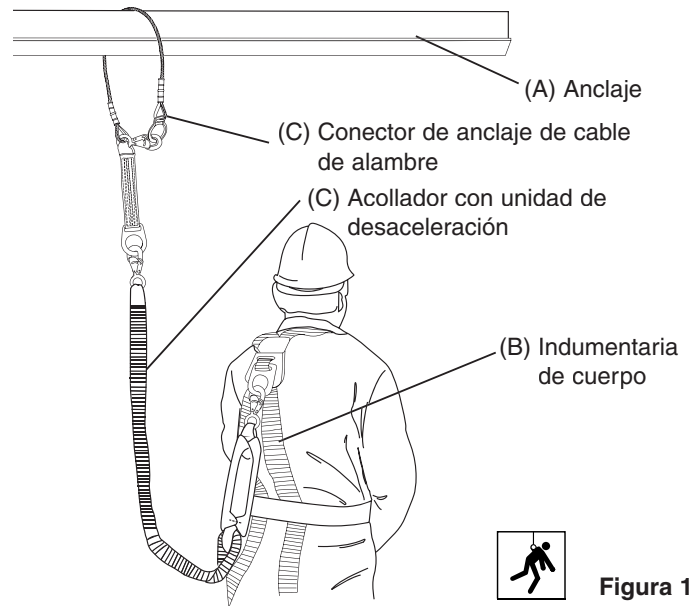

Figura 1
Un uso típico de un conector de anclaje de cable de alambre Klein se muestra en la Figura 1. Este dispositivo de conexión especial proporciona una sujeción de anclaje práctica y duradera en muchos tipos de estructuras de acero y torres de transmisión.
Klein ofrece dos tamaños de conectores de anclaje de cable de alambre. La diferencia entre los dos tamaños de conectores de anclaje es la longitud de la porción de cable para aviación. La longitud del cable del conector No. de catálogo 87480 es de 36 pulgadas (91 cm) y la longitud del cable del conector No. de catálogo 87481 es de 54 pulgadas (137 cm). Las longitudes se miden entre los puntos de apoyo de los ojos del cable para aviación. No intente nunca montar la unidad de alguna manera que no sea la que se muestra en la Figura 1 (vea la página 1) y en las Figuras 2 y 3. No empalme nunca el cable ni aumente su longitud. Si se requiere un conector de anclaje de cable de alambre de longitud especial, póngase en contacto con el Distribuidor de Klein.
5. Cuando utilice el conector de anclaje de cable de alambre en un sistema de detención de caídas, se requiere un dispositivo de conexión que cumpla con las normas gubernamentales de detención de caídas, como por ejemplo un acollador o un acollador de desaceleración. Antes de comenzar el trabajo, el gancho de presión de fijación que está en el dispositivo de conexión debe sujetarse al anillo en D de detención de caídas trasero del arnés de su EPL. Sujete el gancho de presión de fijación que está en el extremo libre de su dispositivo de conexión de detención de caídas al anillo en D que está en el extremo de la malla de nylon del conector de anclaje de cable de alambre (Figura 1). **Asegúrese mediante inspección visual de que ambos ganchos de presión del dispositivo de conexión se acoplen libremente en ambos anillos en D y de que los fijadores estén completamente cerrados después de realizar cada enganche.**